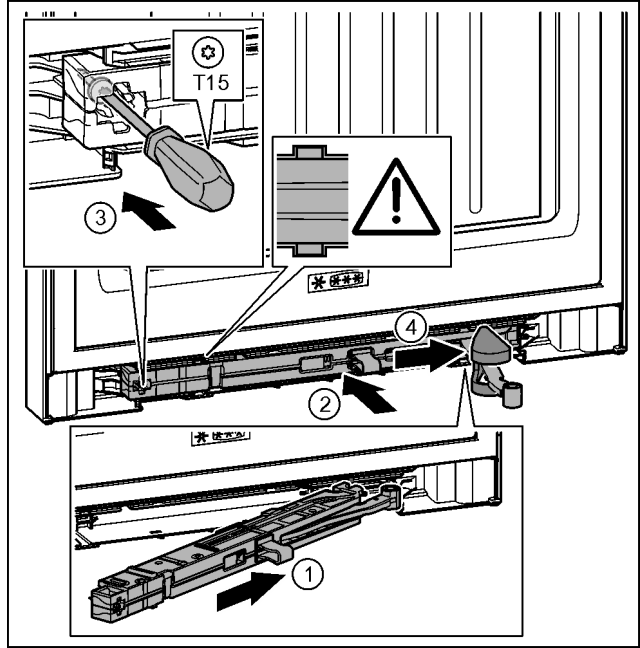

Fig. 39
- ▶ Вставить узел амортизатора со стороны опорного кронштейна в выемку до упора под наклоном. Fig. 39 (1)
- ▶ Полностью вставить узел амортизатора в выемку. Fig. 39 (2)
- ▶ Затянуть винт отверткой T15. Fig. 39 (3)
- ▶ Переместить крышку над шарниром. Fig. 39 (4)